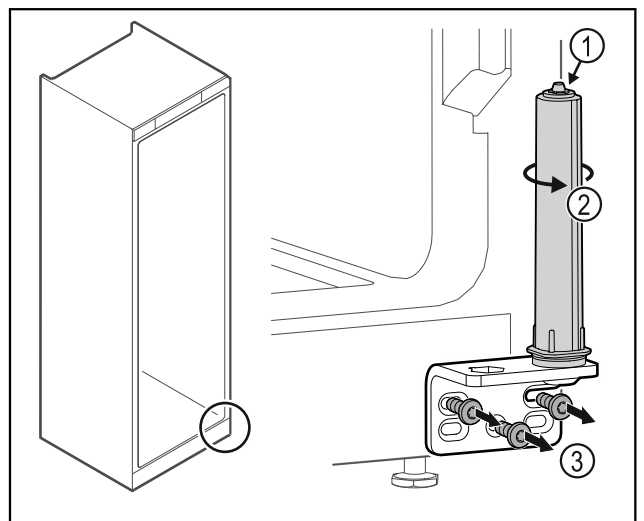

Fig. 37
- ▶ Türschließsystem Fig. 37 (1) nicht zerlegen.
- ▶ Schließsystem Fig. 37 (2) drehen, bis es klickt.
- ▶ Scharnierwinkel abschrauben Fig. 37 (3).